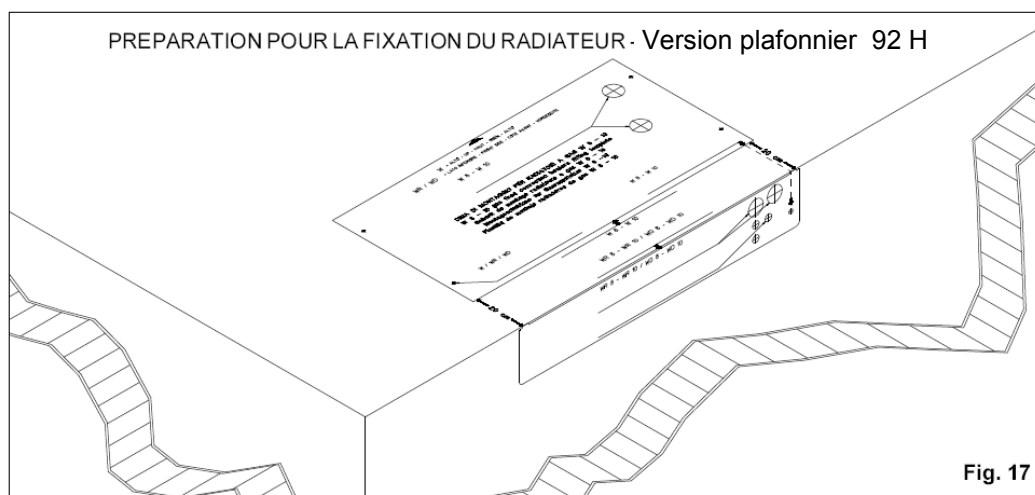

Fig. 17
Version en plafonnier (92 H) : après avoir choisi la position de l'appareil, plier sur les pointillés du gabarit en papier fourni et l'appliquer sur le plafond avec du ruban adhésif (fig. 17).
b) marquer sur le mur la position des deux trous passants pour les conduits d'aspiration et d'évacuation, à effectuer avec une fraise de 70 mm Ø le plus perpendiculairement possible au mur (fig. 17).